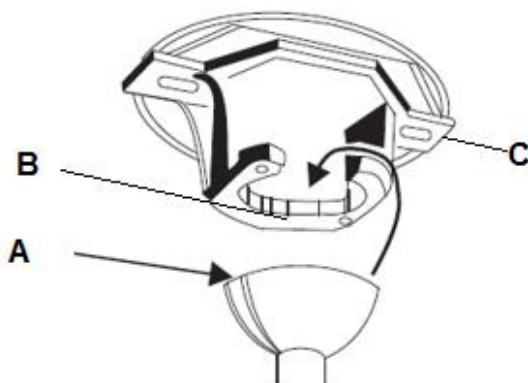

Fig. 8
Alce el conjunto del ventilador para colgarlo en el soporte de techo. Asegúrese de que la ranura de llave (A) de la junta esférica esté posicionada sobre la clavija de llave (B) del soporte de techo (C) para evitar la rotación del ventilador cuando esté funcionando. (Fig. 8)